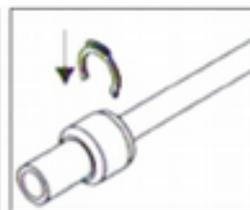

Рис. 5
2. Одеть предохраняющий клипс (если присутствует) (рис.5).